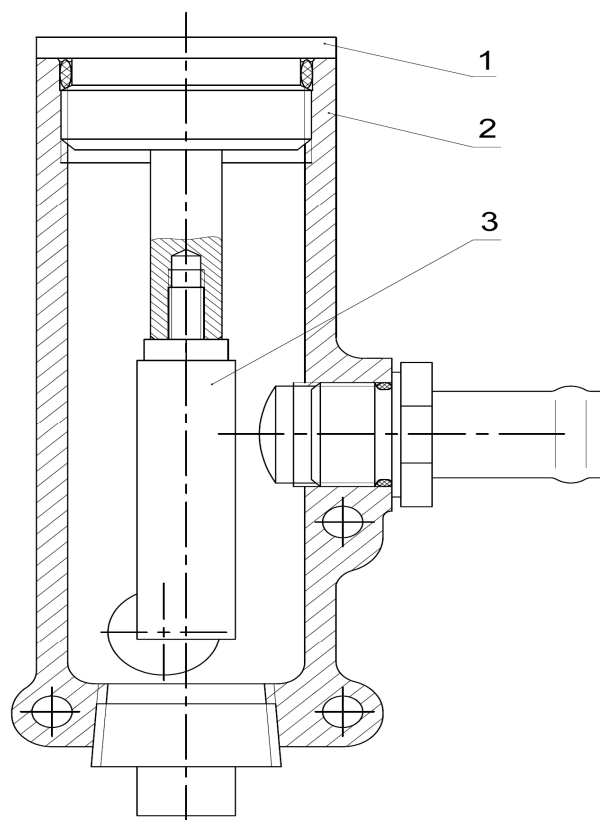

Рис. 15 Фильтр магнитный
Фильтр магнитный (рис. 15) для грубой очистки масла установлен справа по ходу трактора на корпусе коробки передач перед насосом – очищает весь поток масла на входе в насос. Фильтр соединен шпильками с маслозаборником и состоит из корпуса в который ввернута пробка с магнитным уловителем.
- Из корпуса фильтра 2 (рис. 15) выверните вместе с пробкой 1 магнитный уловитель 3, очистите его, и заверните его обратно вместе с пробкой 1.